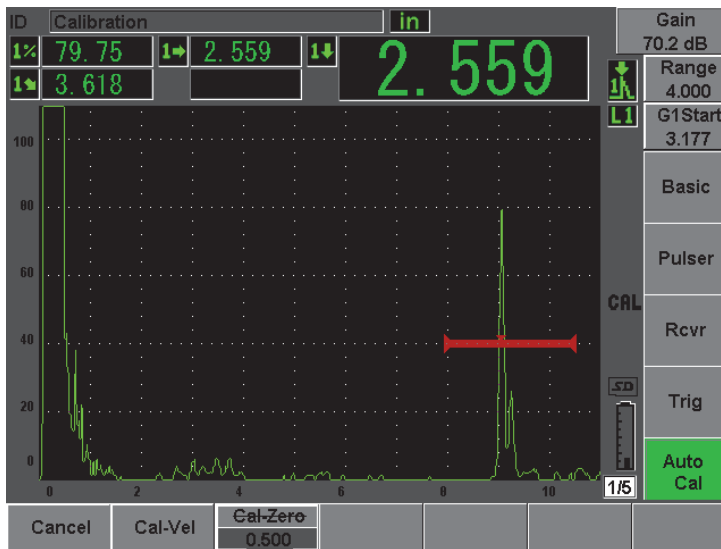

图 10-28 闸门内声速校准信号示例
7. 将数值调整到与闸门内信号指示的已知厚度值相应的数值（本例中为 0.500 in.），然后选择 **Continue**（继续），继续使用第二个厚度阶梯进行校准（参见第 190 页的图 10-28）。